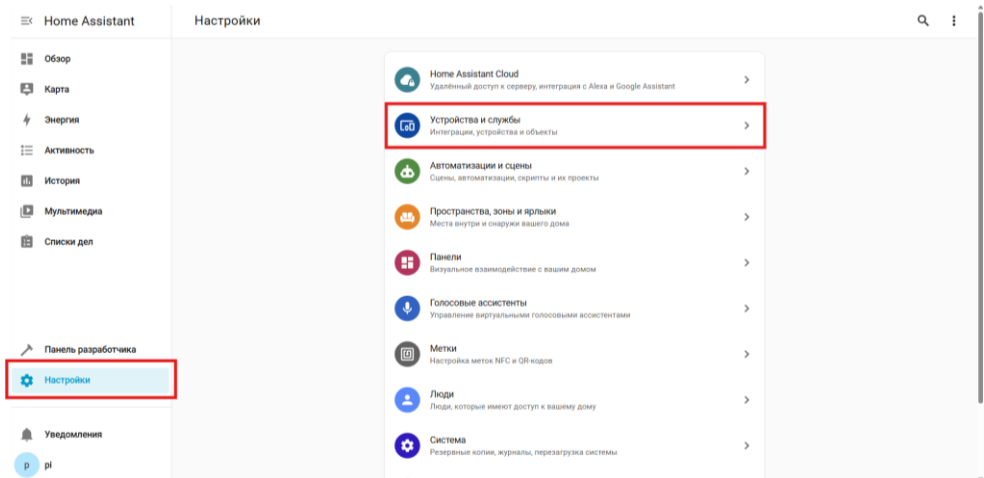

Рис. 3.35. Окно настроек Home Assistant
4. Переходим в Home Assistant (Через конфигуратор шлюза или введя `Ip_шлюза:8123` в адресную строку браузера). Нам необходимо подключиться в MQTT брокеру шлюза. Для этого перейдём в настройки -> устройства и службы (рис. 3.35).